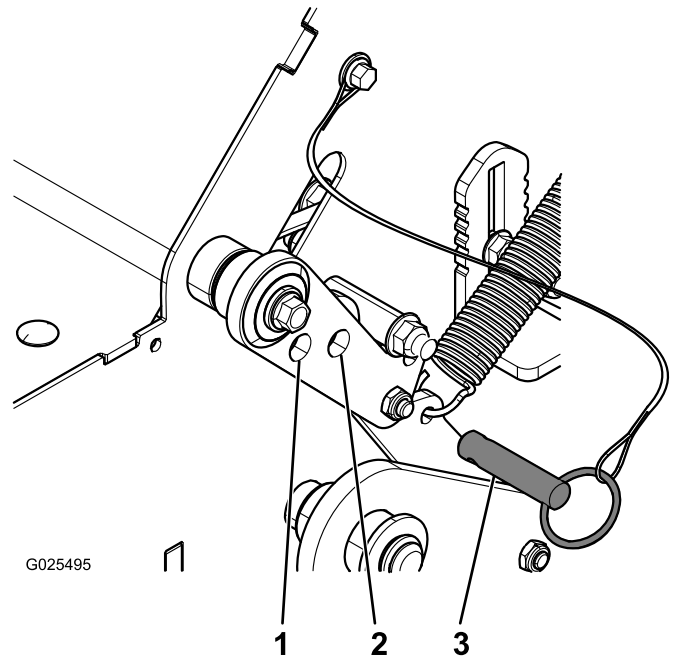

Figura 16
2. Retire el pasador de bloqueo de transporte del soporte del muelle y guárdelo en el orificio situado encima durante la aireación (Figura 16).